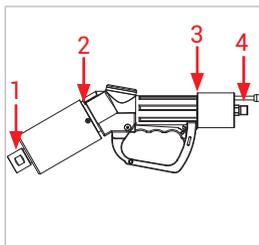

Abbildung 23
- ▶ Überprüfen Sie folgende Messstellen (*Abbildung 23*)
- WEH® Servicenippel (1)
- Stoßschutzhülse und Handgriff (2)
- Drehdurchführung und Handgriff (3)
- Verschraubung (4)